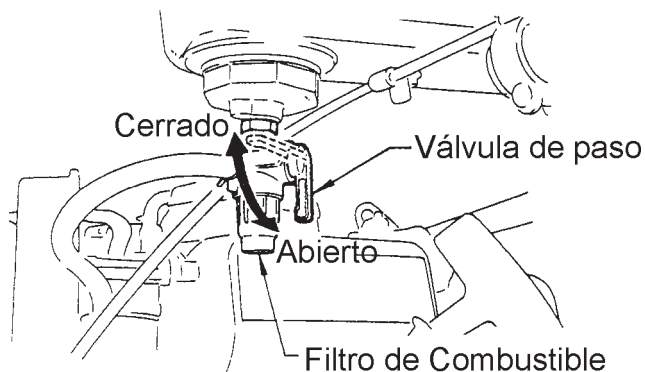

Figura 5. Válvula de Paso de Combustible
1. Abra la válvula de paso moviendo la **perilla del combustible** a su posición **abierta** (Figura 5), DESPUÉS coloque el interruptor de encendido/apagado (Figura 4) en su posición de **ENCENDIDO – START**.
2. Cierre la válvula de paso de combustible moviendo la perilla hacia su posición **CERRADA**. Ver Figura 5.